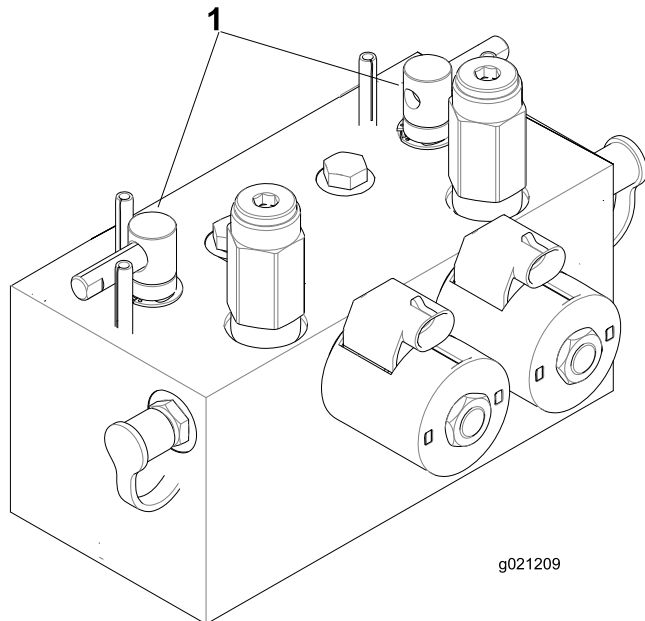

図 77
2. ラッチのロックを外してフードを開けるとバックラップレバーが見える 図 77。
5. バックラップレバーで、前のカッティングユニット又は後ろのカッティングユニット、あるいは両方を選択する 図 77。